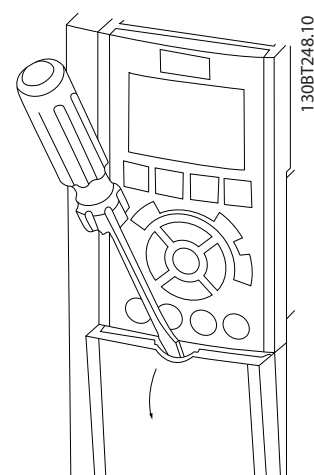

Рисунок 2.9 Доступ к подключению элементов управления в корпусах A2, A3, B3, B4, C3 и C4
- Снимите крышку с помощью отвертки. См. Рисунок 2.9.